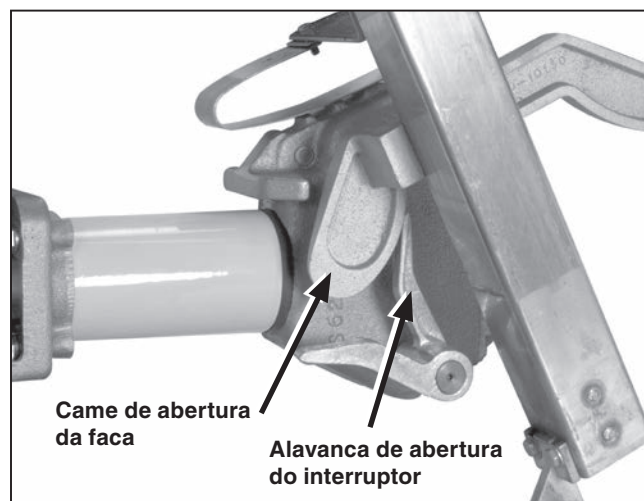

Figura 38. Movimentação do conjunto da faca na direção de abertura.
- (d) Movimente a faca na direção de *abertura* e verifique se cada contato shunt da faca encaixa de forma firme em sua caixa interruptora respectiva antes que os contatos de faca desencaixem dos conjuntos de contato fixo principais. Ver Figura 38. Os contatos shunt podem ser flexionados para adaptação a estas condições.